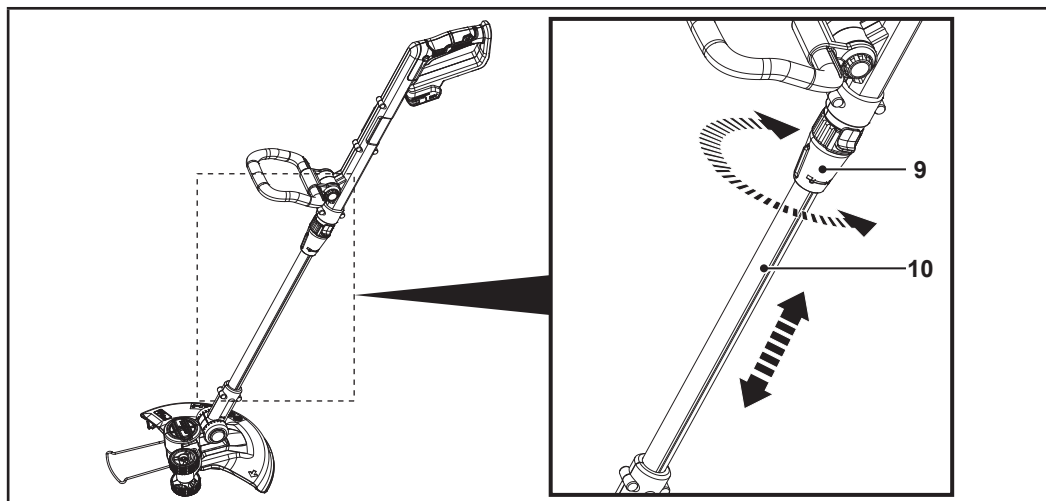

Fig. 6
1. Slăbește elementul de blocare a tijei extensibile (9) rotindu-l în direcția de deblocare  (fig. 6).
2. Reglează tija extensibilă (10) (fig. 6).
3. Strânge elementul de blocare a tijei extensibile (9) rotindu-l în direcția de blocare  (fig. 6).
4. Asigură-te că tija extensibilă (10) este blocată.